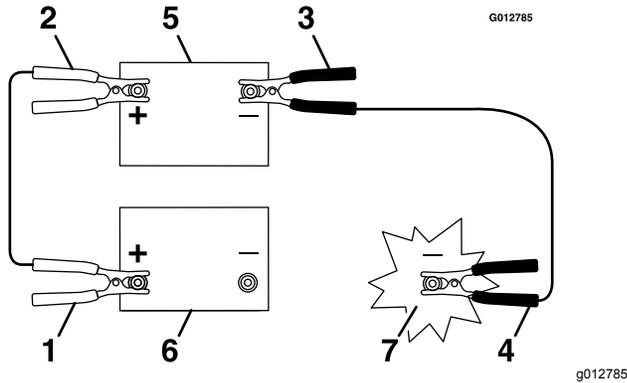

Bild 49
- Schließen Sie das Pluskabel (+) an den Pluspol (+) der entladenen Batterie an, der am Anlasser oder an der Stromspule angeschlossen ist, wie in **Bild 49** dargestellt.